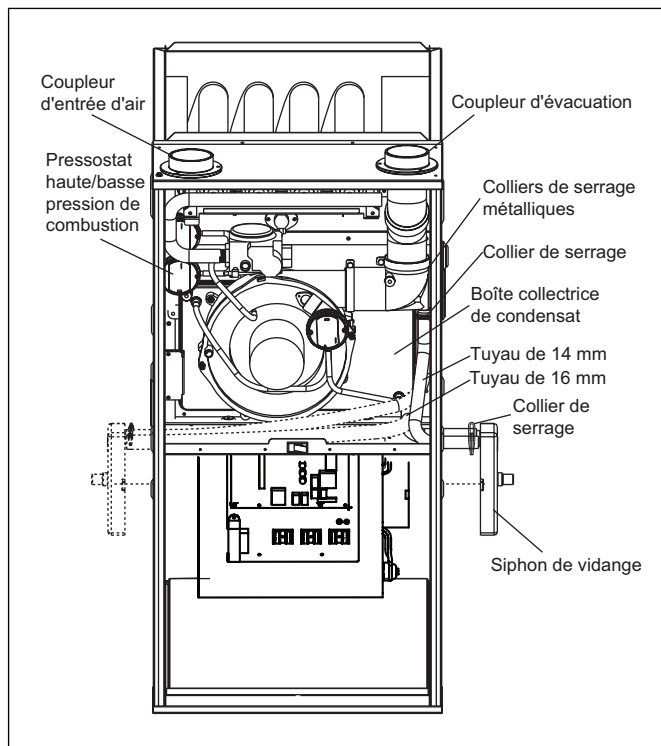

Figure 15 Installation à flux ascendant, ventilation par le haut
Ventilation par le Haut (voir Fig. 15)
5. Connectez le tuyau Φ 16 mm entre le boîtier collecteur de condensat et le siphon de vidange et connectez le tuyau Φ 14 mm entre l'orifice de vidange de l'inducteur et le siphon (voir Fig. 15).